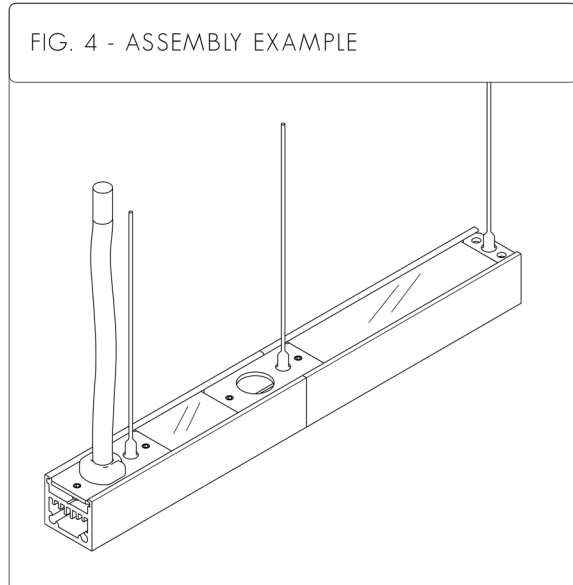

FIG. 1 - LOCK EXTRUSIONS TOGETHER ONTO JOINER
5. LOCK EXTRUSIONS IN PLACE BY TIGHTENING GRUB SCREWS IN JOINER BRACKET. BE CAREFUL NOT TO TIGHTEN ON TO LED STRIP OR CABLE (SEE FIG. 1).